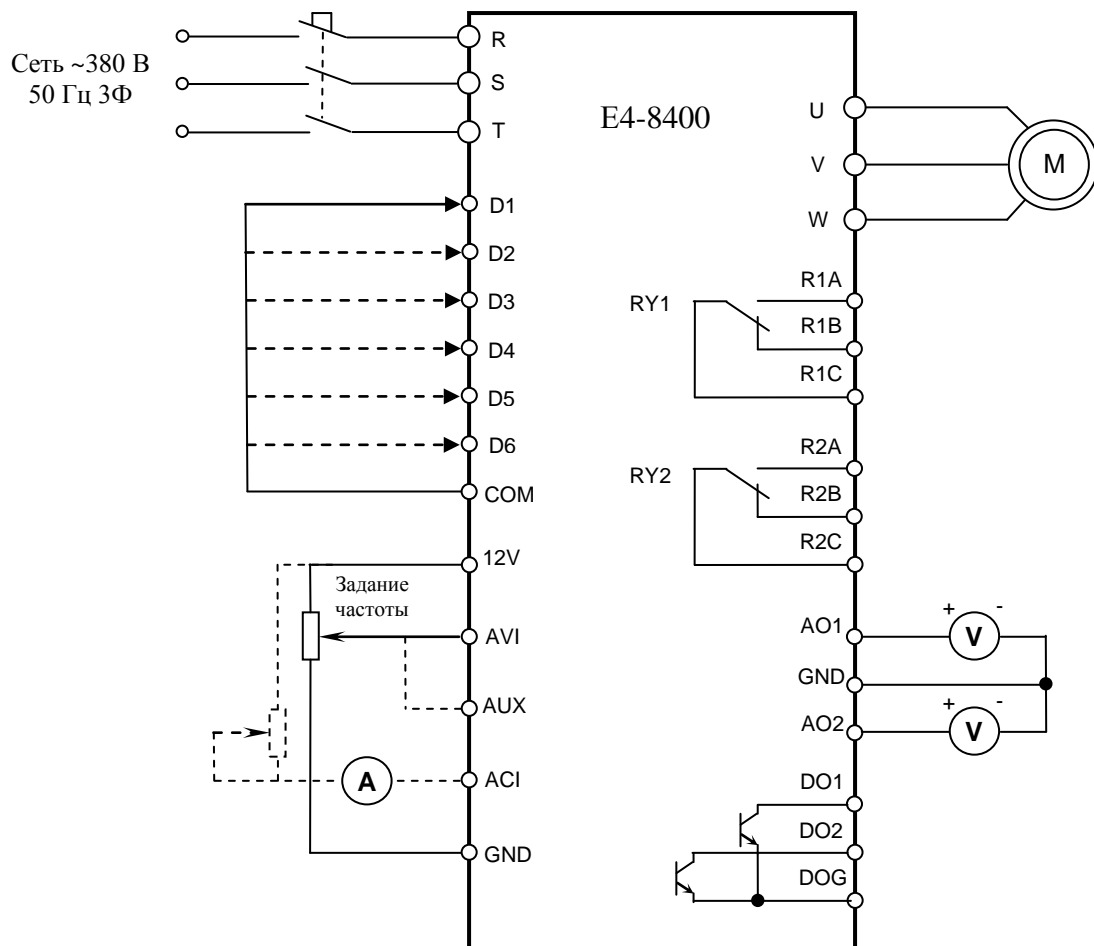

Рис. 4.15. Диагностика входных и выходных цепей управления преобразователя E4-8400.
4.12.1. Подключить электродвигатель к выходным клеммам U, V, W (рис.4.15).
4.13.2. Подключить потенциометр к входным клеммам управления 12V, AVI, GND. Подключить один из концов проволочной перемычки к клемме COM (рис. 4.15.).
4.13.3. Подключить электродвигатель соответствующей мощности к выходным клеммам U, V, W. (рис. 4.15).
4.13.15. Установить ручку потенциометра в среднее положение. Отсоединить 2 провода потенциометра от клемм AUX и GND. Подключить мультиметр в режиме измерения постоянного тока последовательно с переменным резистором к клемме ACI (рис. 4.15). Установить переменным резистором ток в цепи = 4 мА. Плавно увеличивая ток от 4 мА до 20 мА проконтролировать изменение опорной частоты от 0 до 50 Гц.